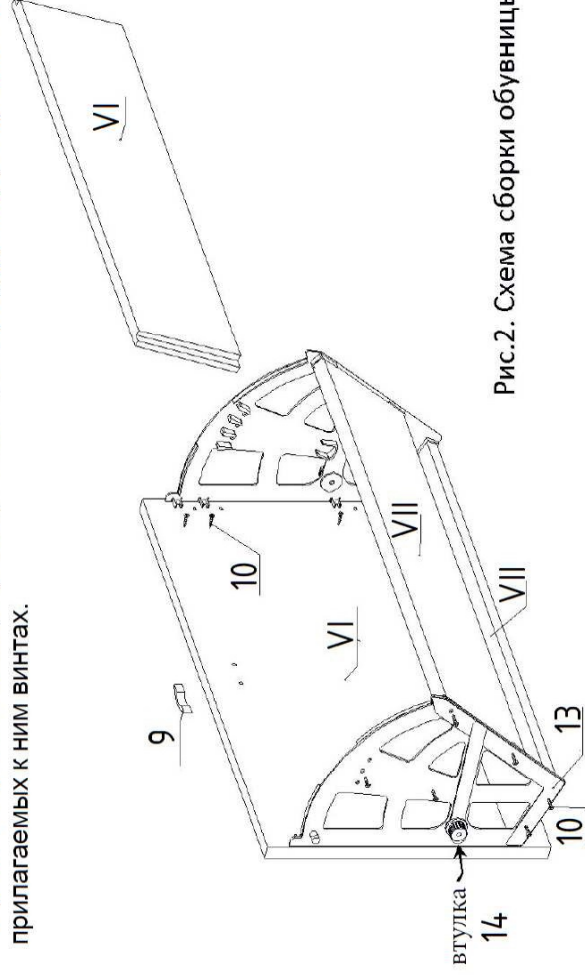

Рис.2. Схема сборки обувницы
(рис.2) . Планки (VII) вставить в пазы обувного механизма (13) и закрепить саморезами 3x15(10) . Возможен съем одной средней планки. Фасады (VI) закрепить к механизмам (13) саморезами 3,5x15(10), ручки(9) закрепить на прилагаемых к ним винтах.